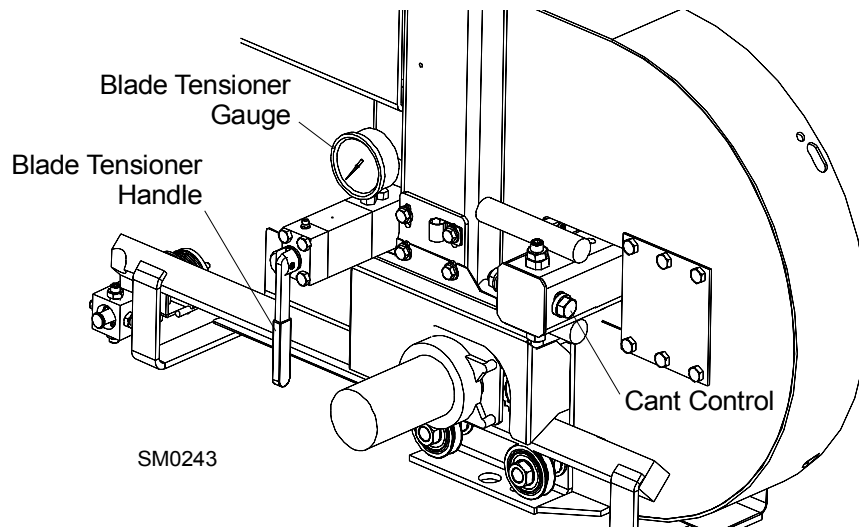

FIG. 3-5
Voir Figure 3-5. Tendez la lame en tournant la poignée de tension hydraulique dans le sens des aiguilles d'une montre jusqu'à ce que l'indicateur affiche la tension recommandée.
5. Pour régler le positionnement de la lame sur les volants, utilisez le contrôle d'inclinaison indiqué à la **Figure 3-5**.